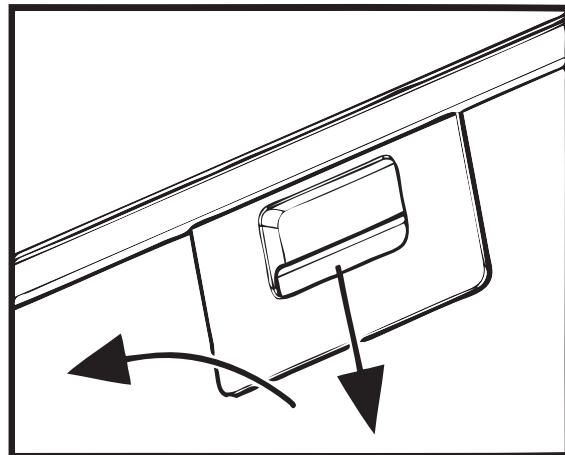

Рис.7
8.7 Для зняття алюмінієвого фільтра (**рис.7**) слід натиснути на пружинну засувку і, потягнувши на себе і вниз, зняти фільтр з панелі. Встановлення фільтра виконати в зворотному порядку.